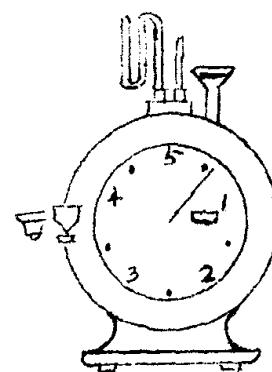
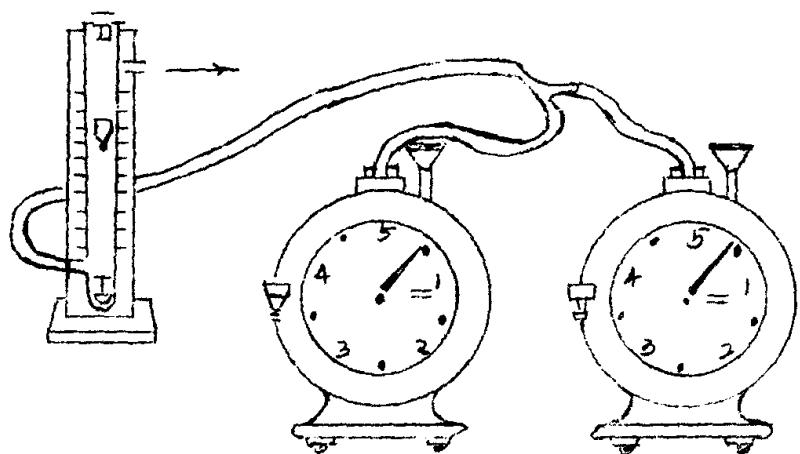

图7. 湿式气体流量计
图8. 并联差式流量计校正大流量的流量计装置示意图
2. 湿式流量计(图7)所指示的流量有足够的准确性，一种产品其表面为5升的湿式流量计，额定流率为0.5立方米/小时，即8.3升/分，最大流率为12.4升/分，由於流量范围的限制，只适用于12.5升/分以下流量的校正三次，如校正20—30升/分流量时，可将两只湿式流量计并联使用。(图8)